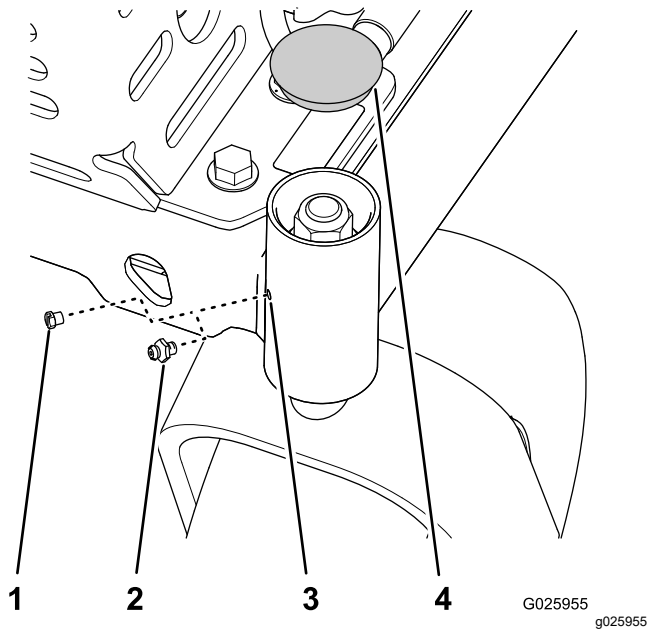

Figura 34
1. Retire la tapa y el tapón hexagonal de la parte superior del pivote de la rueda giratoria (Figura 34).
2. Enrosque un engrasador en el orificio (Figura 34).
3. Bombée grasa en el engrasador hasta que rezume alrededor del cojinete superior (Figura 34).
4. Retire el engrasador y vuelva a colocar el tapón que retiró en 1 (Figura 34).
5. Instale la tapa que retiró en el paso 1 (Figura 34).